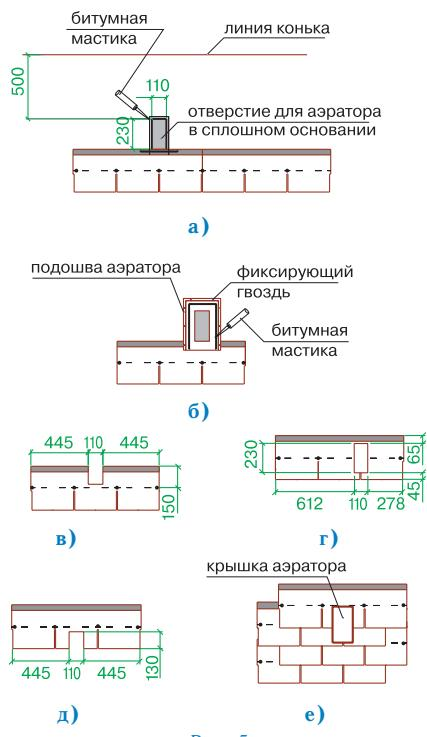

Рис. 5
### Установка аэратора (рис. 5)
- В сплошном основании кровли прорезается отверстие 11–23 см, расположенное согласно рис. 5а;
- корпус аэратора устанавливается поверх отверстия и фиксируется гвоздями из нержавеющей стали; по верхней и боковым сторонам подошвы корпуса также наносится битумная мастика (рис. 5б);
- при укладке последующих трех рядов черепицы подошва аэратора закрывается листами ПРЕСТИЖ ЭЛИТ с соответствующими прорезями (рис. 5е);
- на корпус аэратора устанавливается крышка, которая фиксируется нажатием (до щелчка) (рис. 5е).